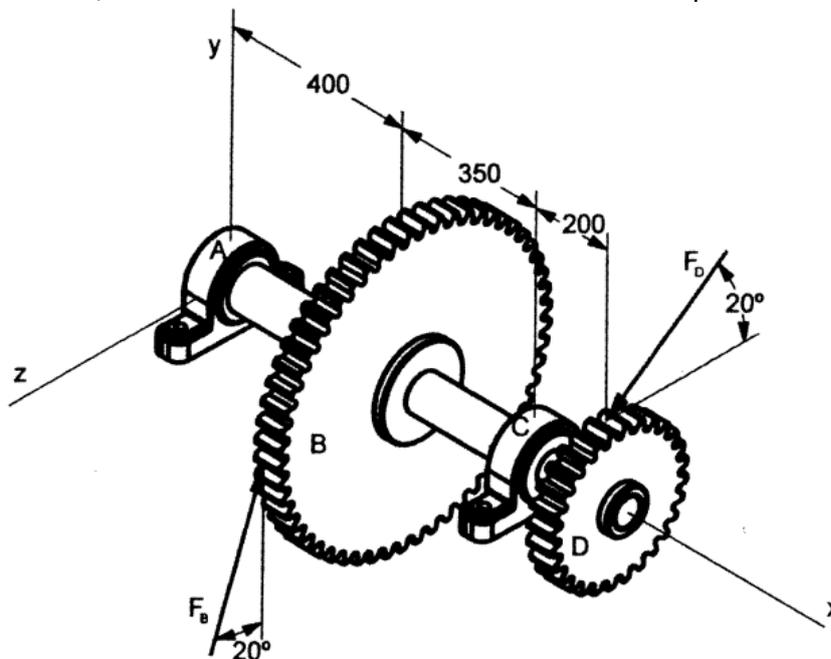

Figura 2.7
2.2.3 A Figura 2.7 apresenta um veio de um redutor de engrenagens. A força na engrenagem B é $F_b=3000\text{N}$, rodando o veio a uma velocidade angular constante. A engrenagem B tem um diâmetro primitivo de 400 mm, enquanto a engrenagem D tem um diâmetro de 200 mm. A tensão admissível é de 80 MPa, determine o diâmetro mínimo do veio. Despreze o esforço transversal.